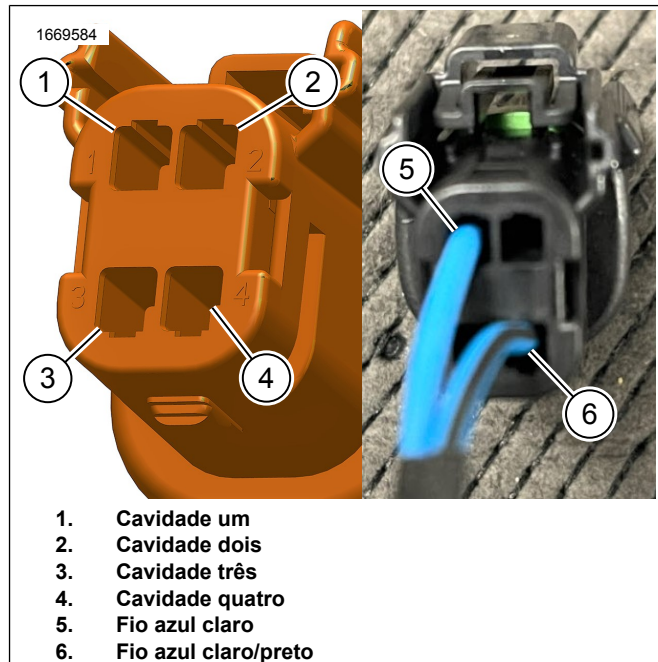

Figura 22. Religação do Chicote 69203031
1. Ver a Figura 22. Utilizar uma ferramenta especial para remover os terminais do conector.